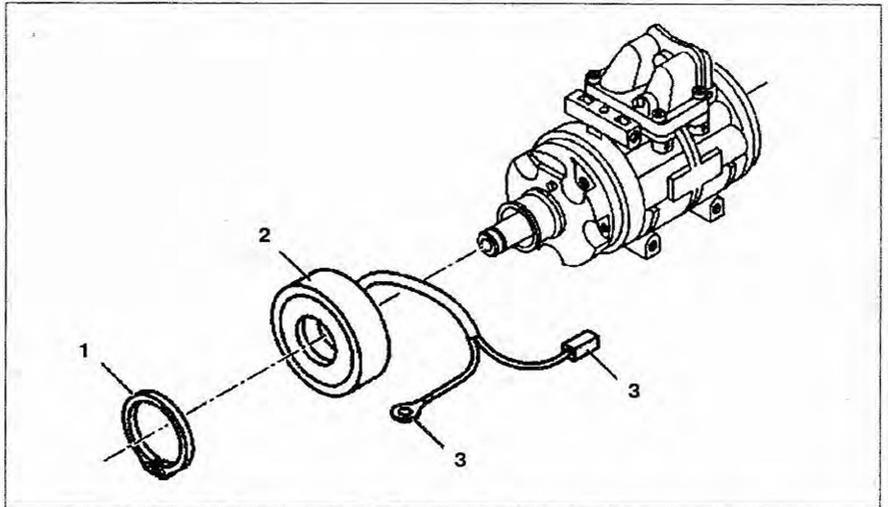

Рис. 8.18. Электромагнитная муфта компрессора кондиционера:
3. Снимите стопорное кольцо **1** (рис. 8.18).